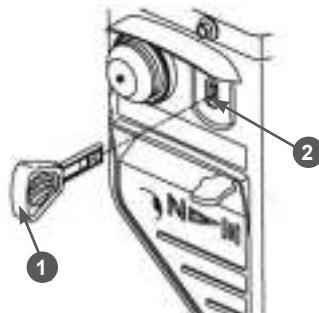

Рис. 32 Установка ключа выключателя зажигания
- Вставьте ключ 1 в гнездо 2 выключателя зажигания (Рис. 32).
При возникновении аварийной ситуации, для экстренной остановки двигателя извлеките ключ из гнезда выключателя зажигания (Рис. 32).
6. Извлеките ключ из гнезда выключателя зажигания (Рис. 32).